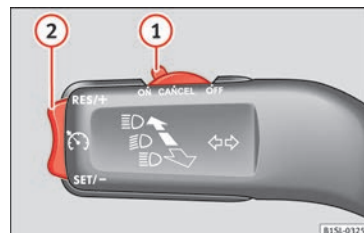

Fig. 34 Interruttori e comandi per l'uso del GRA.
- Collegamento del GRA: spostare l'interruttore »» fig. 34 (1) verso **ON**. Il sistema è acceso. Il sistema non effettua la regolazione poiché non è stata programmata alcuna velocità.
- Attivazione del GRA: premere il tasto »» fig. 34 (2) nella zona **SET/-**. La velocità attuale viene memorizzata e regolata.
- Disattivazione temporanea del GRA: spostare l'interruttore »» fig. 34 (1) verso **CANCEL** o schiacciare il freno. La regolazione si scollega temporaneamente.
- Collegare nuovamente il GRA: premere il tasto » **fig. 34 ②** in **RES/+**. La velocità memorizzata verrà salvata e regolata nuovamente.
- Aumentare la velocità programmata durante la regolazione del GRA: premere il tasto **②** in **RES/+**. Il veicolo accelera fino a raggiungere la nuova velocità memorizzata.
- Ridurre la velocità programmata durante la regolazione del GRA: premere il tasto **②** in **SET/-** per diminuire la velocità di 1 km/h (1 mph). La velocità si riduce fino a raggiungere la nuova velocità memorizzata.
- Disattivazione del GRA: spostare l'interruttore » **fig. 34 ①** a **OFF**. Il sistema si disattiva e la velocità memorizzata si cancella.